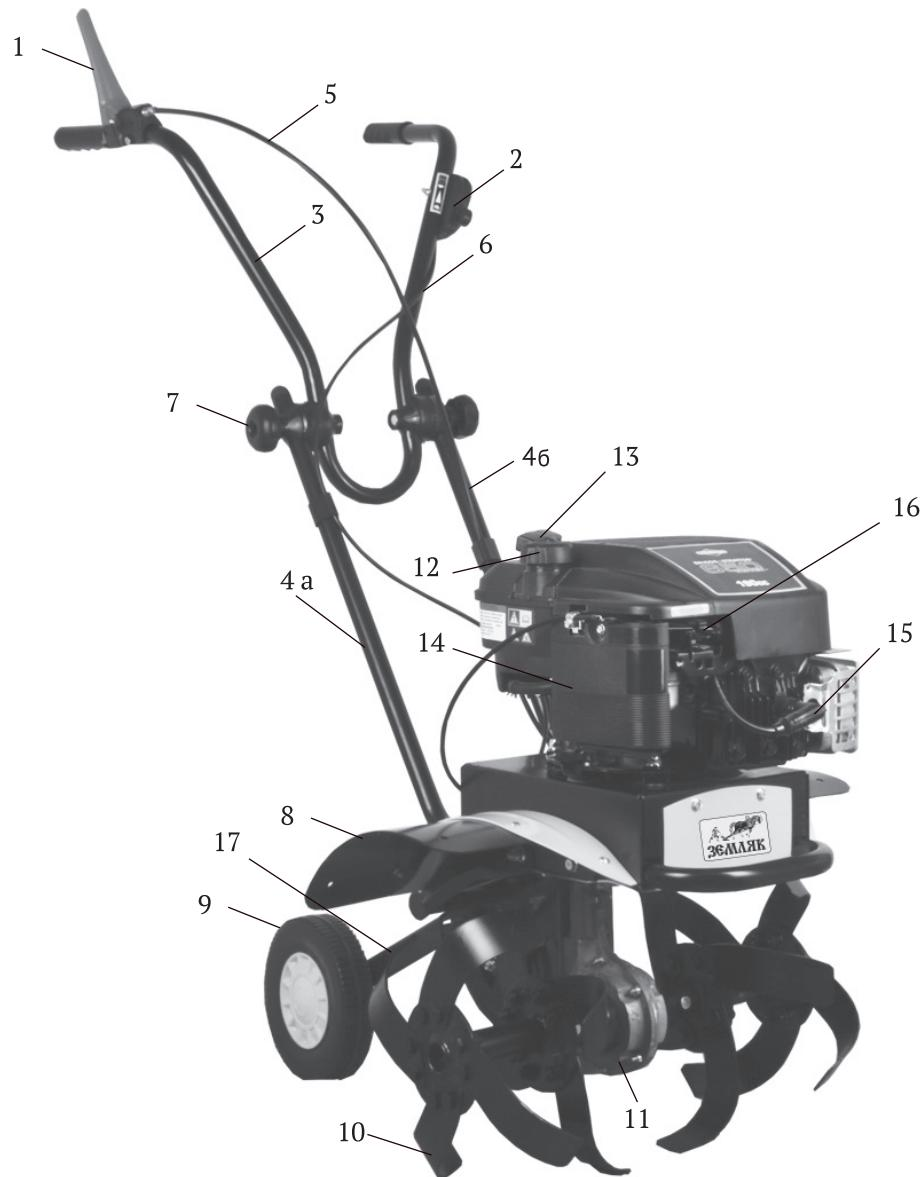

рис. 1
3.1 Общий вид мотокультиватора схематично представлен на рис. 1
- Установите рычаг регулировки дроссельной заслонкой (рис.1 поз.2) в центральное положение между положением «Минимально» и «Максимально».
- После прогрева двигателя в течение 10-40 секунд, в зависимости от начальной температуры, переведите рычаг воздушной заслонки (рис.11 поз.2) в крайне правое положение «RUN» /«Открыто», и рычаг регулировки дроссельной заслонкой (рис.1 поз.2) в положение «Минимально», если при этом двигатель работает неустойчиво вернуть рычаг воздушной заслонки в прежнее положение и обеспечить завершение прогрева двигателя.